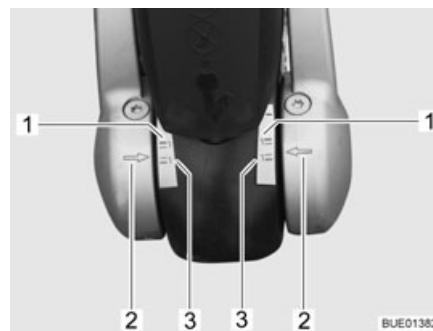

Fig. 122 Indicatore (guarnizioni di attrito a sinistra e a destra)
- Se le frecce sulla flangia di fissaggio disco (Fig. 122,2) si trovano sotto o sulla superficie di marcatura verde (Fig. 122,3), le guarnizioni di attrito sono considerate ancora nuove.
- Se le frecce sulla flangia di fissaggio disco si trovano all'interno delle superfici di marcatura (Fig. 122,1 e 3), le guarnizioni di attrito sono leggermente consumate.
- Se le frecce sulla flangia di fissaggio disco si trovano al di sopra della superficie di marcatura rossa (Fig. 122,1), le guarnizioni di attrito sono consumate. Far sostituire le guarnizioni di attrito.